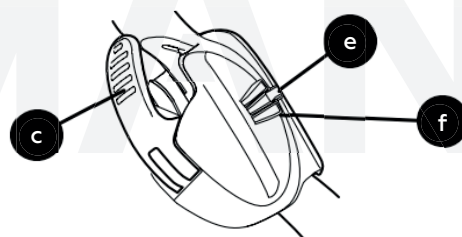

Рис. 9
**ВАЖНО:** при блокировке фиксаторов (c) проверьте, что индикатор положения (h) совпадает с одним из трех положений рукоятки (i) (рис. 9).